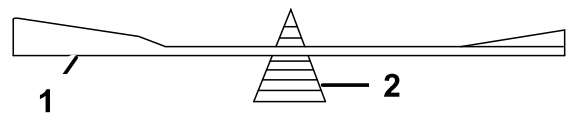

**Figura 47**
1. Utilice una lima para afilar el filo de corte en ambos extremos de la cuchilla (Figura 47).
**Nota:** Si la cuchilla no está equilibrada, rebaje algo el metal en la parte de la vela solamente con una lima (Figura 47).